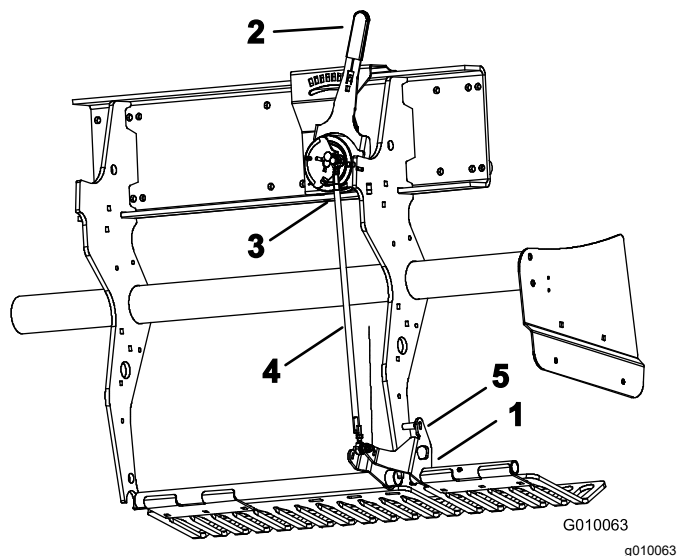

图 60
2. 向上旋转左侧护草板安装支架图 60 直至支架与焊接在机架上的深度设置管之间可以插入一个锁定销如 8mm 钻杆或螺栓。
3. 将打孔深度杆图 60 移至 H 设置最深。
4. 从线束上断开外侧滚珠开关图 60 打孔头-低开关。
5. 松开深度调节拉杆上的锁紧螺母左和右图 60。